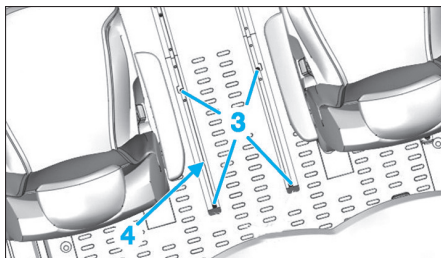

Fig. 14
• Déposer les vis (3) des rails arrière (4) de la table mobile (Fig.14).